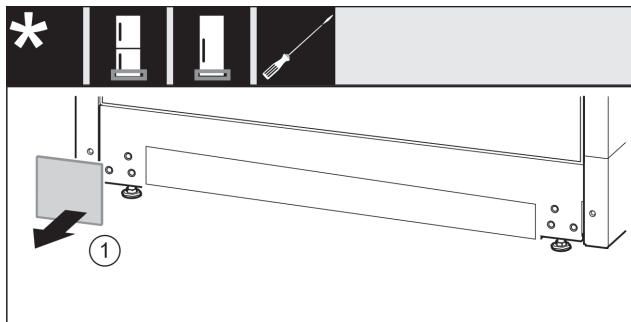

Fig. 15
- Abdeckung Fig. 15 (1) abnehmen.